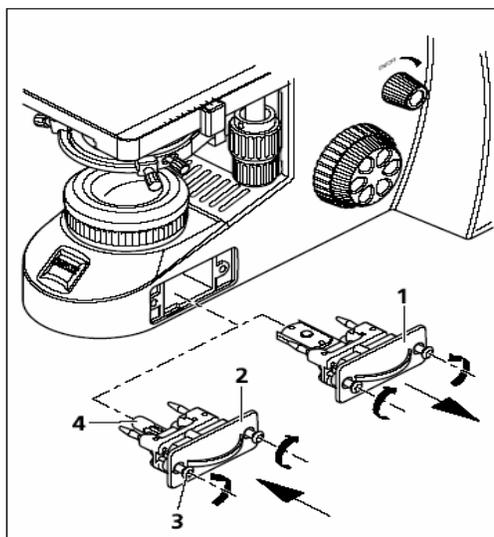

Figura 13 – Substituir a lâmpada halógena de 6V/30W, ou seja, o módulo de iluminação com LED.
- Soltar os dois parafusos de aperto (Figura 13/3) do módulo de iluminação (Figura 13/1, ou seja, 2), pressionando os parafusos ligeiramente contra a mola e girando-os a 90°; o parafuso esquerdo no sentido horário, o parafuso direito no sentido anti-horário.
- Remover o módulo de iluminação (Figura 13/1, ou seja, 2) do estativo.
- Se o estativo é dotado de uma lâmpada halógena de 6V/30W (Figura 13/2), retirar a lâmpada halógena (Figura 13/4) do módulo de iluminação e inserir a lâmpada halógena nova. Não tocar a lâmpada nova com as mãos, para não reduzir a vida da mesma.
- Caso o estativo esteja dotado do LED, substituir o módulo de iluminação completo com o LED (Figura 13/1).
- Introduzir o módulo de iluminação (Figura 13/1, ou seja, 2) no estativo e fixá-lo com os dois parafusos (Figura 13/3), pressionando os parafusos ligeiramente contra a mola e girando-os a 90°: o parafuso esquerdo no sentido anti-horário, o parafuso direito no sentido horário.